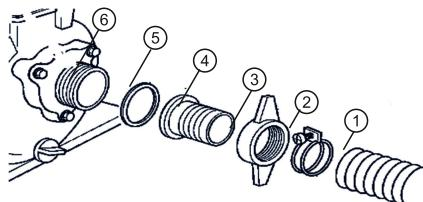

Рис. 11
Установите всасывающий патрубок (4) через уплотнительную прокладку (5) к фланцу на насосе (6) и плотно затяните гайку фланца (3) Рис.11. Наденьте до упора всасывающий рукав (1) на патрубок и затяните его хомутом (2).